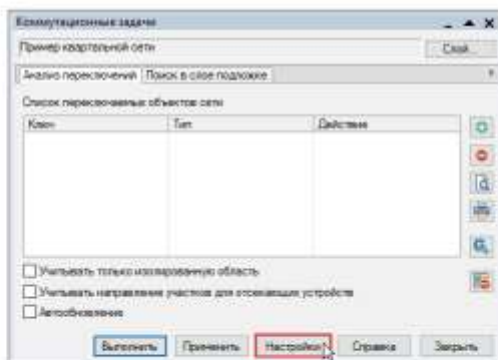

Рисунок 16.9. Настройки коммутационных задач
- Нажмите кнопку Настройка (Рисунок 16.9. «Настройки коммутационных задач»).